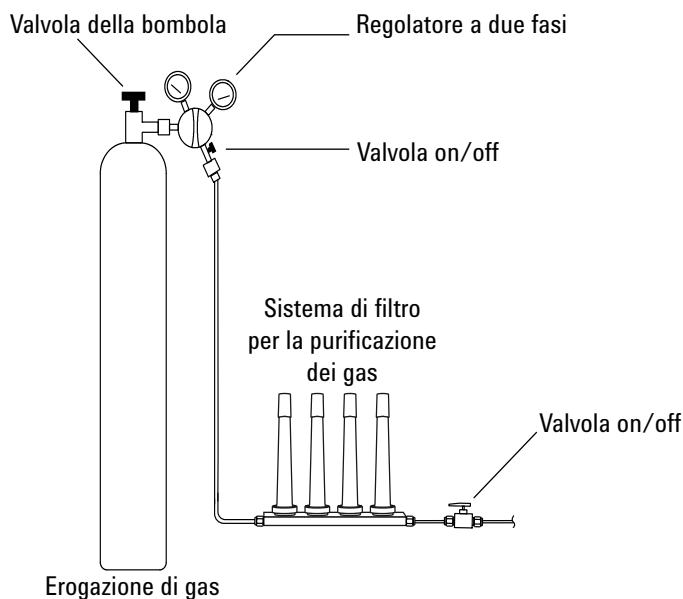

Figura 9. Collegamenti idraulici per l'erogazione del gas
- 1 Determinare in quale punto verranno installati i sifoni lungo la linea del tubo. La **Figura 9** mostra l'ordine consigliato per i sifoni del gas di trasporto e le posizioni consigliate per le valvole di apertura e chiusura. Consultare anche la *Site Preparation Guide* (Guida alla preparazione del laboratorio).